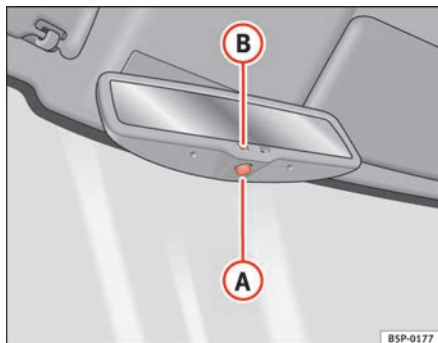

Fig. 63 Retrovisor interior con ajuste automático para posición antideslumbrante.
- Pulse la tecla **A** ⇒ fig. 63. El testigo de control **B** se apaga.
- Pulse la tecla **A** ⇒ fig. 63. El testigo de control se enciende.